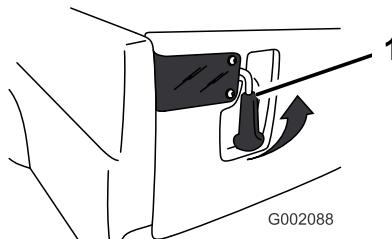

図 30
1. テールゲートを開くには、ラッチを上に回す（図 30）。スプリングの働きでラッチは内側に飛び出してくれるので、注意しながらテールゲートを降ろす。